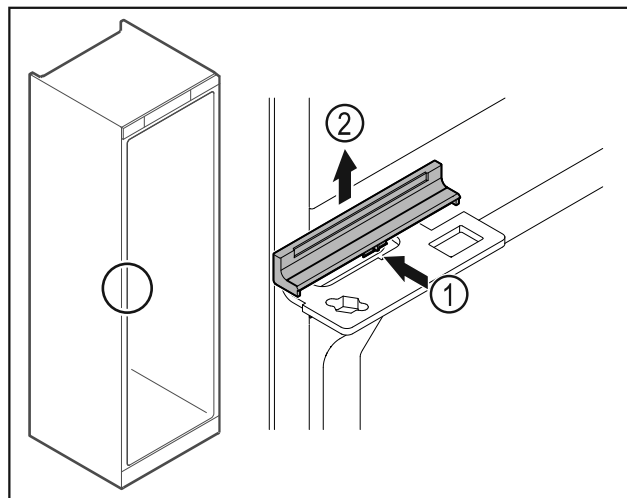

Fig. 47
- ▶ Натиснете леко навътре капака Fig. 47 (1) в средата и го свалете нагоре Fig. 47 (2).